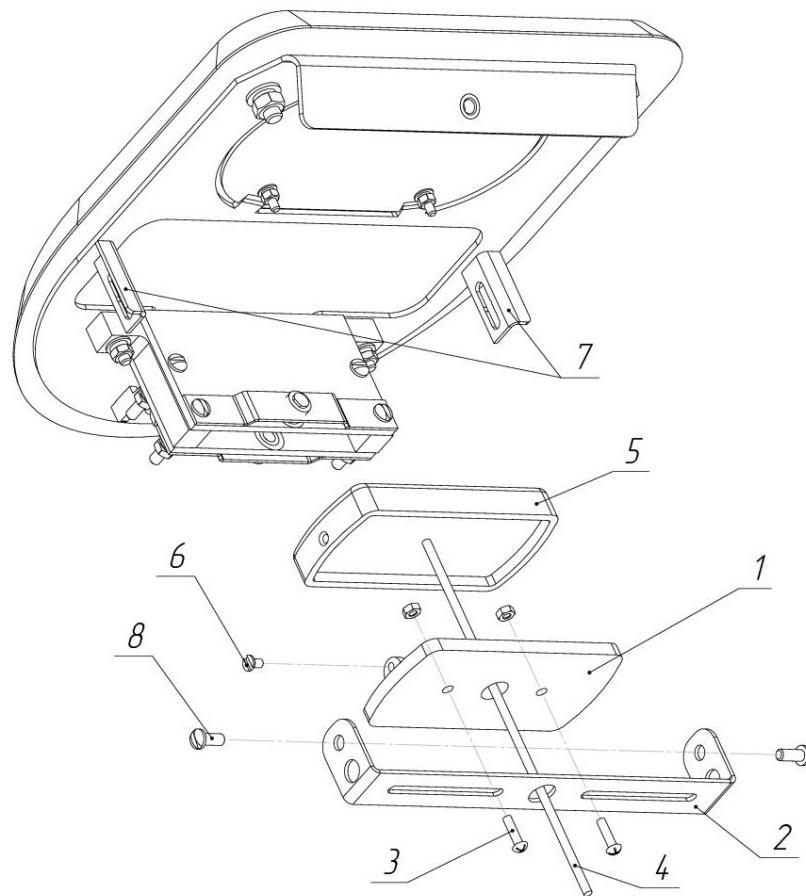

Рис. 17. Схема установки считывателя бесконтактных карт
6.5.3. Выкрутите 2 винта M4 (8, рис. 17) и снимите универсальный кронштейн для считывателей (2, рис. 17).
6.5.4. Разберите считыватель, выкрутив винт M3 (6, рис. 17), и установите его нижнюю часть (1, рис. 17) на кронштейн, используя крепеж(3,рис. 17).
6.5.5. Заведите кабель считывателя (4, рис. 17) в отверстие кронштейна, установите верхнюю часть считывателя (5, рис. 17). Закрутите винт M3 (6, рис. 17).
6.5.6. Зафиксируйте кронштейн на держателях (7, рис. 17), используя винты M4 (8, рис. 17). Рекомендуется устанавливать